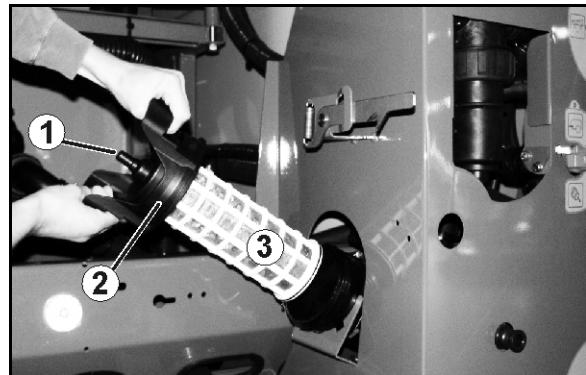

Fig. 123
Curățați filtrul de aspirație (Fig. 123) zilnic, după curățarea stropitorii de câmp.
1. Desprindeți capacul filtrului de aspirație (Fig. 123/2).
2. Înlăturați capacul filtrului de aspirație (Fig. 123/3) și curățați-l cu apă.